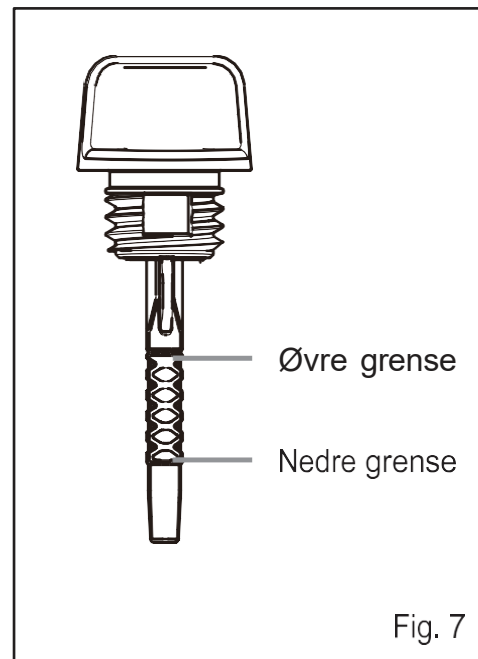

Fig. 7
- Sett peilepinnen inn i oljefyllingen uten å skru den inn. Fjern peilepinnen for å sjekke oljemerket (fig. 7).